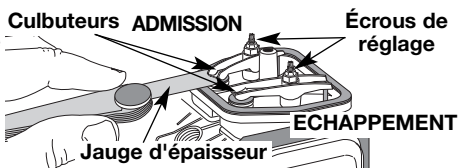

Fig. 36
- Le piston est au sommet de sa course lorsqu'on regarde par le trou de la bougie (Fig. 36)
- Glissez la jauge d'épaisseur entre le culbuteur et le ressort de rappel de la soupape. Mesurez le jeu entre la tige de soupape et le culbuteur (Fig. 36). Faites-le pour les soupapes d'admission et d'échappement.
- Tournez l'écrou de réglage à l'aide d'une clé de 8 mm (5/16 po) ou d'un tournevis à embout hexagonal (Fig. 36).